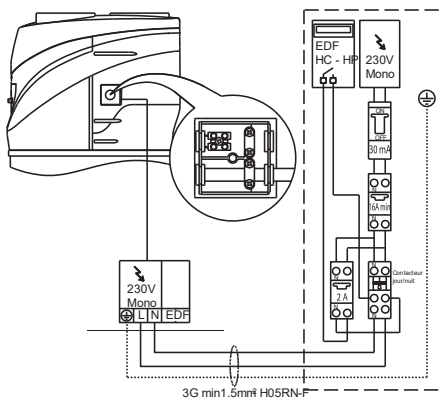

Abb. 11 Elektrischer Anschluss mit Tag-/Nachtstromversorgung
**ELEKTRISCHER ANSCHLUSS MIT TAG-/NACHTSTROMVERSORGUNG (Abb. 11)**